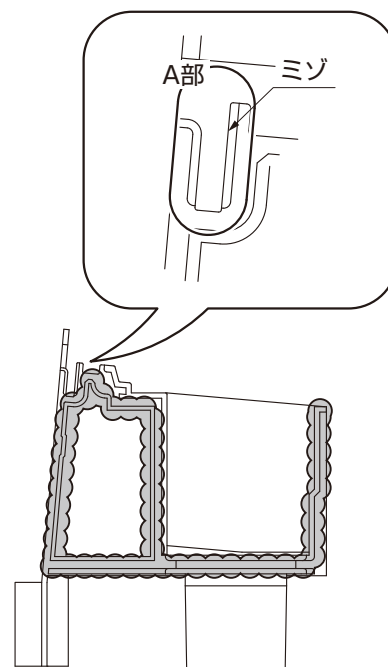

図1-11 ミゾ部シーリング詳細
- A部のミゾは、シーリングで埋めないようにしてください。(図1-11参照)